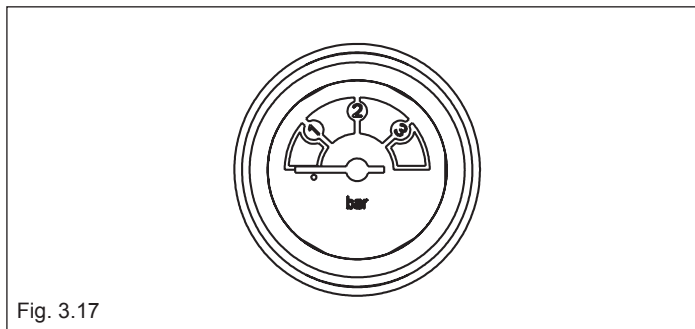

Fig. 3.17
- aprire il rubinetto di riempimento (esterno alla caldaia) fino a che la pressione indicata sull'idrometro sia compresa tra 1 bar e 1,5 bar (fig. 3.17)